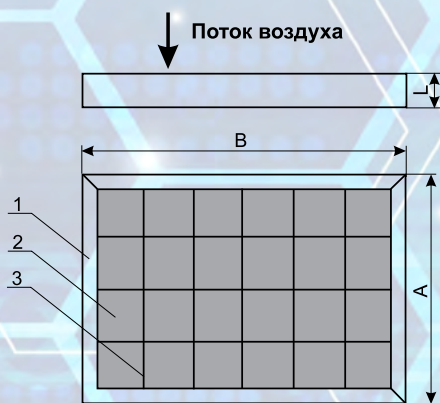

Рис.2 Схема фильтра ФЯЖ
Фильтр (рис.2) состоит из разборного металлического корпуса (1), образованного двумя металлическими Г-образными профилями из оцинкованной стали. Внутри корпуса размещён фильтрующий слой (2) из набора специальных металлических гофрированных сеток. Для исключения выпадения сеток из корпуса со стороны входа и выхода воздуха внутри корпуса установлена поддерживающая каркасная сетка (3) из оцинкованной стали. По заказу корпус фильтра может быть изготовлен из нержавеющей стали.